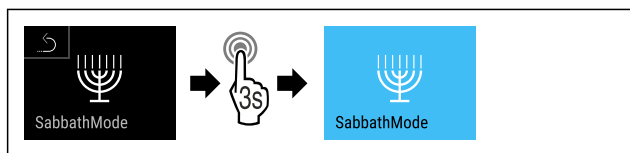

Fig. 13
- Изпълнете стъпките (виж Fig. 13).